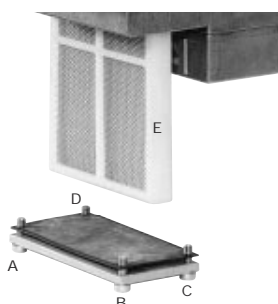

Fig. 31
- 2 Rimuovere le viti A ÷ D (Fig. 31).
- 3 Sostituire la cartuccia del filtro E (Fig. 31).